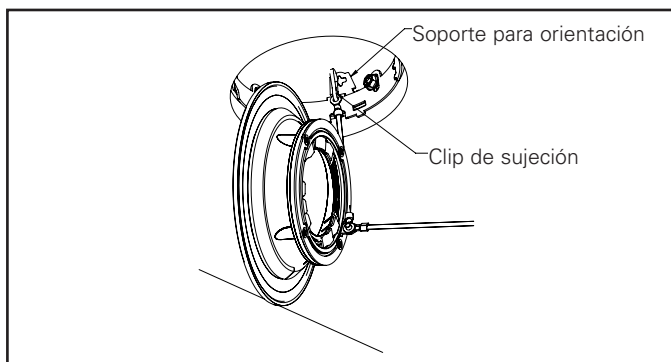

Figura 18
5. Fije el clip de sujeción de la moldura al soporte para orientación (Figura 18).